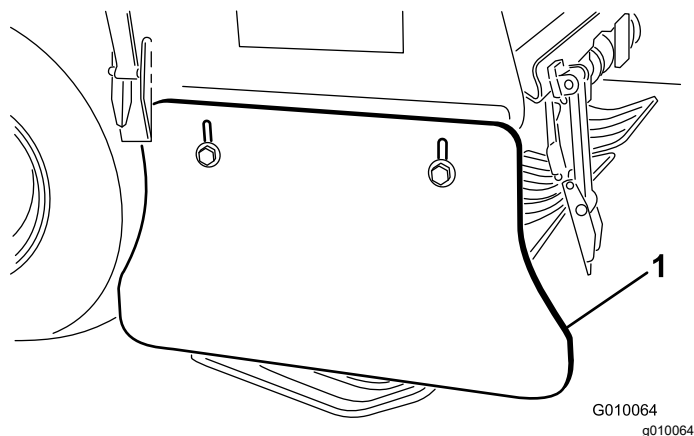

Figura 183
2. Slăbiți uruburile i contrapiuliile cu guler care fixează protecția laterală pe cadrul capului de carotaj (Figura 183).